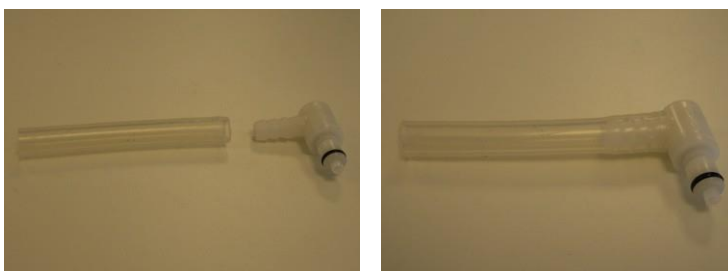

Figure 3-38. Raccordement de la partie longue du tube d'aspiration à son raccord rapide
2. Raccordez la partie la plus longue du tube d'aspiration à son raccord rapide, comme illustré à la Figure 3-38.